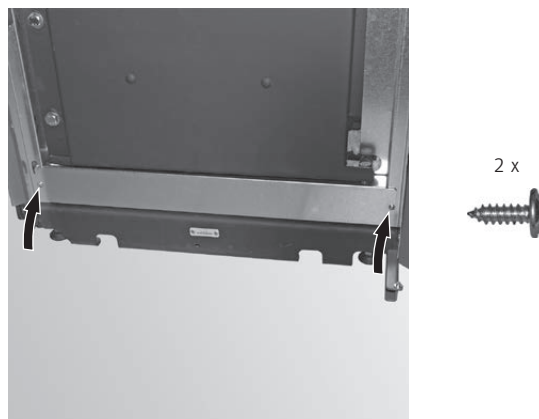

Fig. 81 Montare il rivestimento
- ▶ Montare il rivestimento sotto lo sportello del vano cenere (solo su PuroWIN PW 24-60) con 2 viti autofilettanti (Fig. 80), l'intaglio in alto deve trovarsi in corrispondenza del supporto sportello (Fig. 81).